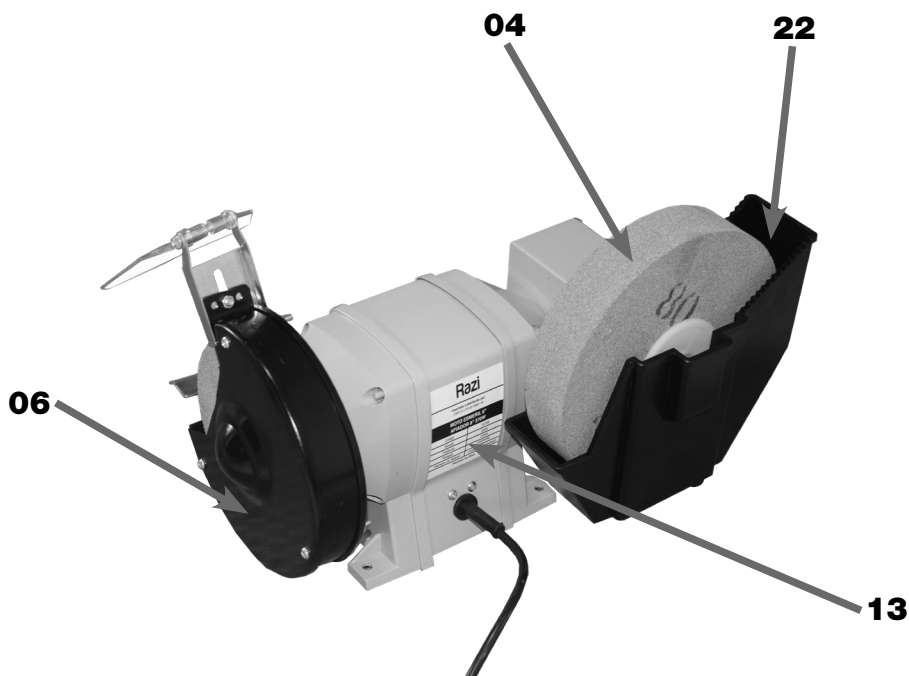

FIGURA 02 – Moto Esmeril Afiador vista traseira
VERIFICAR se a tensão (Volts) da máquina é compatível da rede elétrica. Esta informação pode ser obtida tanto na Plaqueta de Especificações Técnicas (13) fixada na parte traseira do Moto Esmeril (01), como na embalagem do equipamento (figura 02);
5. VERIFICAR se a tensão da rede elétrica é a mesma da máquina, conforme indicada na Plaqueta de Especificações Técnicas (13) (figura 02).